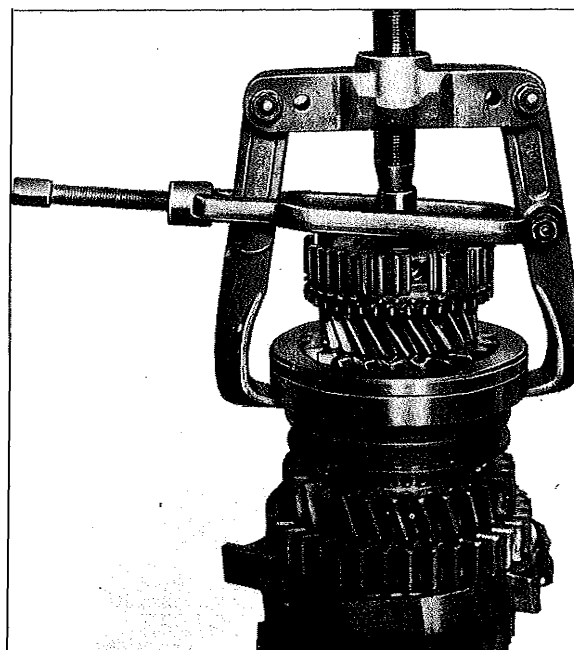

Fig. 15
1. Serrer l'arbre principal dans un étau entre des mordaches en plomb (le côté sortie, orienté vers le bas). Dégager le jonc d'arrêt (403). Extraire le manchon baladeur (408) du synchroniseur (407). Faire alors bien attention à ce qu'aucun des 3 ressorts de pression (406) des axes à rotule (405) et des éléments de pression (404) ne s'égarer.
2. Placer l'extracteur „8" sur l'engrenage de 3e vitesse (413) (fig. 15); avec un extracteur ordinaire, on peut maintenant retirer les engrenages de la 3e, de la 4e et de la 5e vitesse de même que le synchroniseur. Enlever les cages des aiguilles (414).